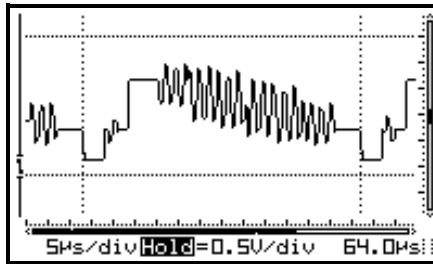

Fig 13
- **Repères:** Repères mobiles pour effectuer des mesures sur le signal (voir ci-dessous pour l'utilisation). (Fig. 13)
- En mode d'affichage **dynamique** (voir "MODES D'AFFICHAGE"), l'agencement de l'affichage change automatiquement pour s'adapter au mieux, en décalant les marqueurs ou la position horizontale (X).